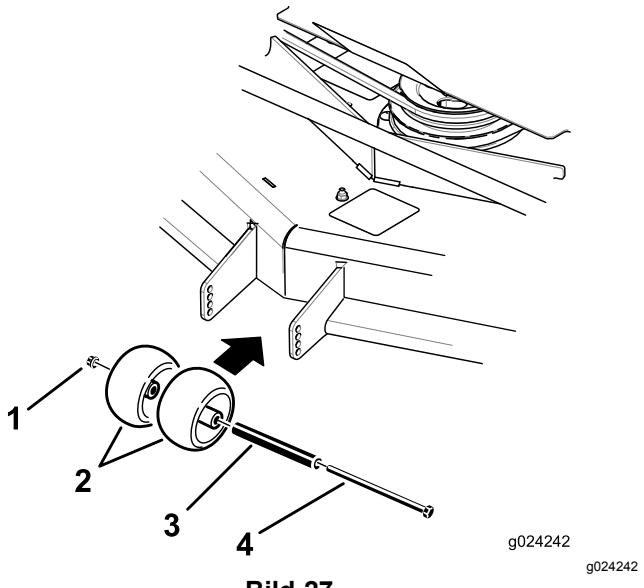
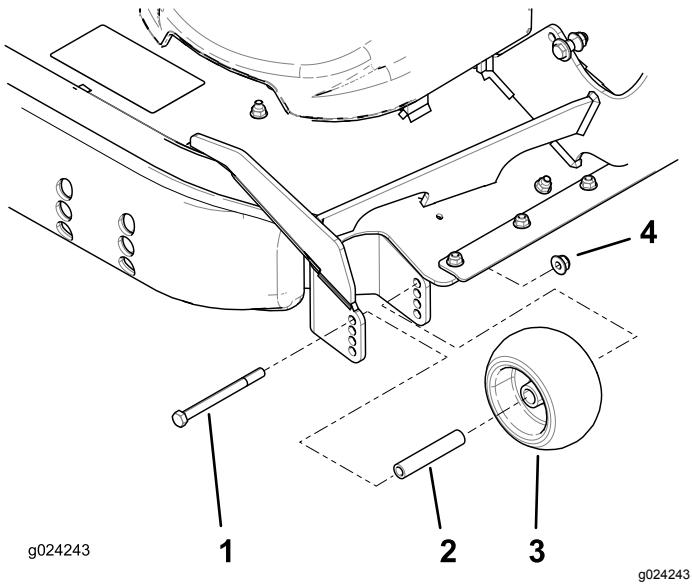

Bild 27
Bild 28
3. Stellen Sie die Antiskalpierrollen so ein, wie in Bild 27 und Bild 28 abgebildet, dass sie der nächsten Schnitthöheneinstellung entsprechen.